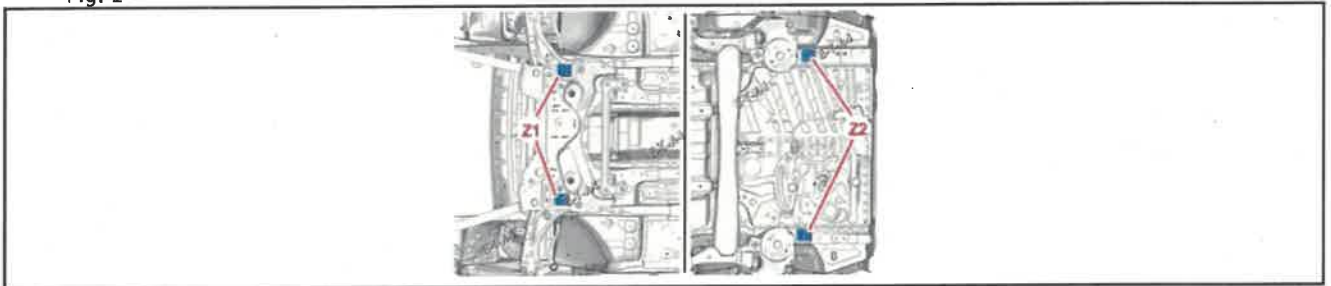

Fig. 2
- "Z1" : Zone de mesure sous berceau avant (Fig. 2).
- Fig. 2